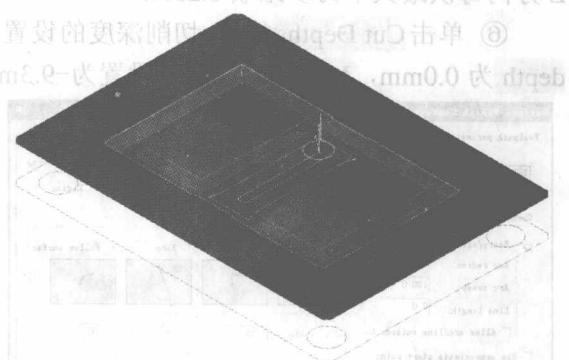

图 1-22 3D 曲面挖槽刀具路径
⑨ 单击对话框中 按钮，系统产生如图 1-22 的曲面挖槽刀具路径。